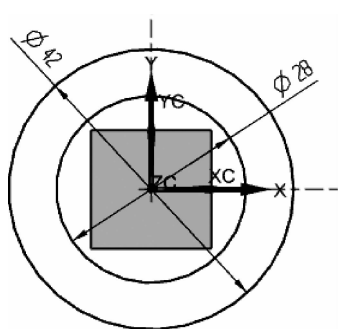

图 2-33 绘制 $\phi 42$ 和 $\phi 28$ 的圆
①在“草图”工具条中单击  图标,创建 $\phi 42$ 的圆。
②在“草图”工具条中单击  几何约束图标,约束圆心在坐标系原点。
③在“草图”工具条中单击  图标,创建 $\phi 28$ 的圆。
④在“草图”工具条中单击  几何约束图标,约束两圆同心,如图 2-33 所示。